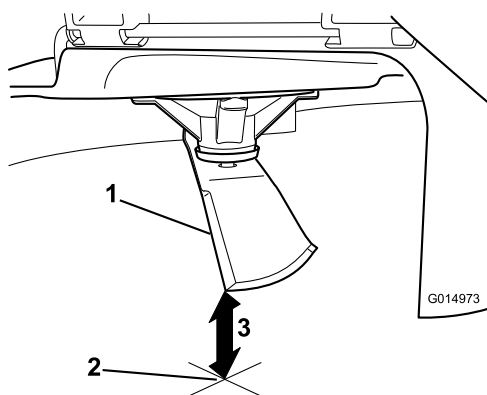

Figure 44
- Mesurez la distance entre la pointe de la lame et la surface plane (Figure 44).